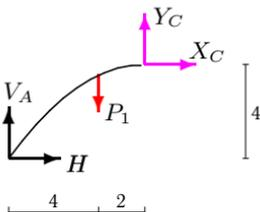

Рис. 80
2. Определяем распор  $H$  в арке. Разделяем арку по внутреннему шарниру на две части. Рассматриваем равновесие одной из частей, например, левой (рис. 80).